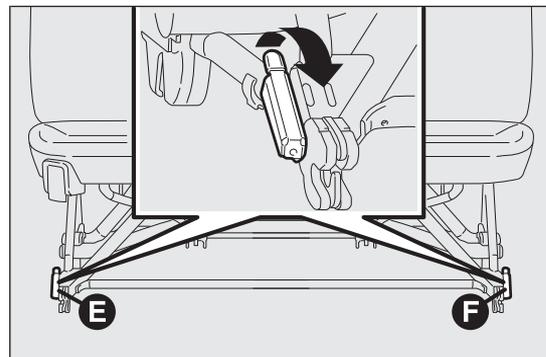

Abb. 38
- in der senkrechten Stellung die Hebel E und F Abb. 38 nach oben drehen;